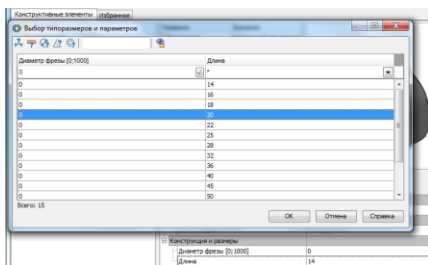
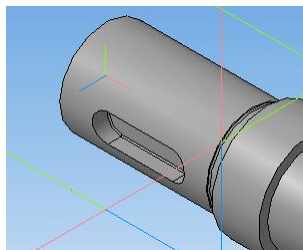

Рис.25
Рис. 26
11.6 В появившемся окне двойным щелчком мыши выделить строчку **Длина** -14, и выбрать необходимое значение **Длина** – 20 (см. рис. 25)/ **ОК/ Применить/ Стоп** / **Отмена** (см. рис. 26).